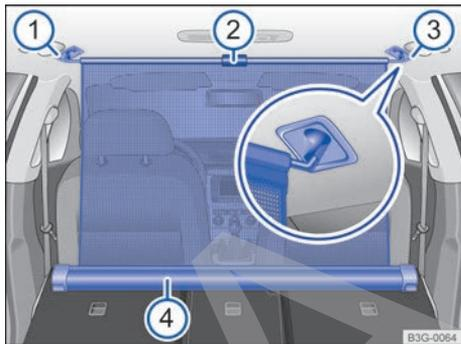

Fig. 168 En el maletero: red de separación enganchada con los respaldos del asiento trasero abatidos.
- Extraiga la red de separación de la carcasa ④ tirando hacia arriba de la lengüeta → fig. 168 ②.
- Enganche la red en el lado derecho → fig. 168 ③ (imagen ampliada).
- Enganche la red en el alojamiento del lado izquierdo → fig. 168 ① comprimiendo la barra transversal.
La red de separación está montada correctamente cuando los extremos en forma de T están enganchados fijamente en los alojamientos correspondientes → fig. 168 ③ y ①.
- Enrolle la red en la carcasa → fig. 168 ④ guiándola hacia abajo del todo con la mano.